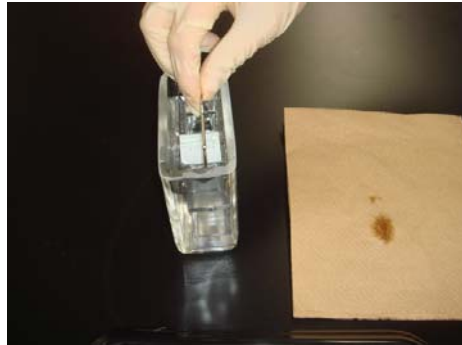

Fig.9 PBS による洗浄操作
- ① 100~200ul の AP Enhancer をスライドの上の切片全体を覆うようにのせて、2-5分程度、室温でインキュベーションする
- ② ペーパータオルに AP Enhancer をデカントする
- ③ 200ul の FastRed Substrate Solution (Naphthol Buffer 5ml + 1 FastRed Tablet)をスライドの上の切片全体を覆うようにのせて 30 分間、40°Cでインキュベートする
- ④ ペーパータオルに FastRed Substrate Solution をデカントして、1 x PBS で洗浄する (ラックを上下に動かしてよく洗う(Fig. 9))。